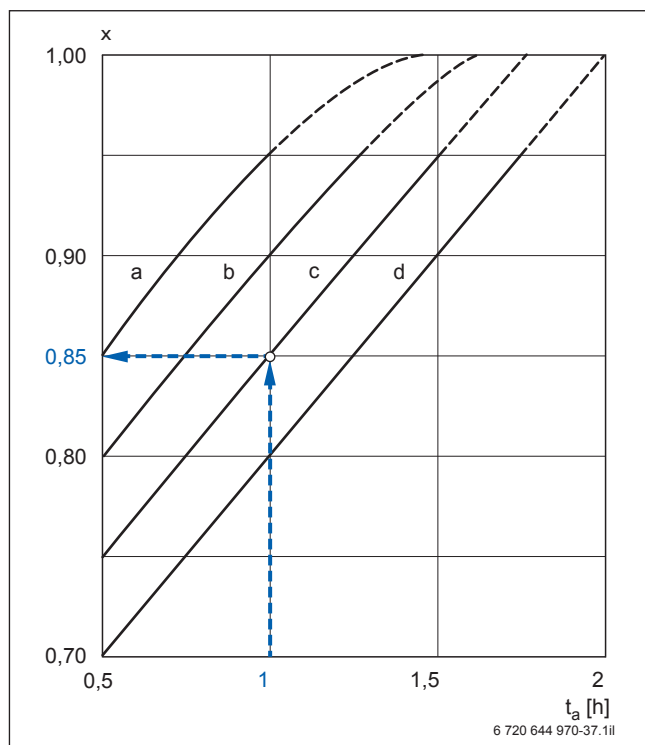

Bild 48 Übertragungs-Korrekturfaktor x; Beispiel blau hervorgehoben (Vorlage → Bild 127, Seite 146)
Das Bild 175 (→ Seite 170) zeigt den Übertragungs-Korrekturfaktor x in Abhängigkeit von der Aufheizzeit (Beispiel → Bild 48). Wenn die Rücklauftemperatur höher als die Speichersolltemperatur ist, gilt die Kurve a (für 60 °C Speichersolltemperatur) oder Kurve b (für 45 °C Speichersolltemperatur). Wenn die Rücklauftemperatur unter der Speichersolltemperatur liegt, gelten die Kurven c oder d entsprechend.
- Es gilt Kurve c (→ Bild 48): Übertragungs-Korrekturfaktor  $x = 0,85$
#### Legende zu Bild 48: